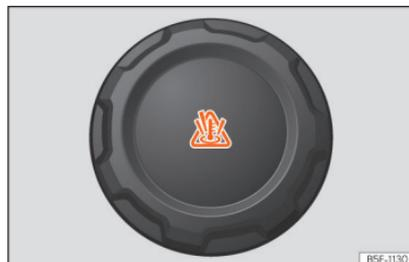

Abb. 295 Im Motorraum: Deckel des Motorkühlmittelausgleichsbehälters.
- Der Ausgleichsbehälter des Motorkühlmittels ist am Symbol  auf dem Deckel erkennbar » » Abb. 295.